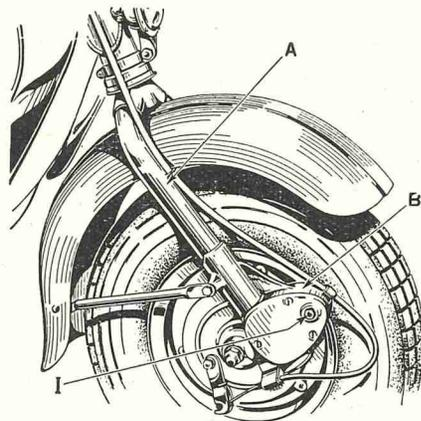

Fig. 3
Anterior: (véase fig. 3) por bieletas de retroceso, con esfera de extremidad que comprime, mediante la interposición de un pistoncito, un muelle helicoidal de paso variable, situado al interior de los tubos (A) de la horquilla. Los grupos, protegidos herméticamente del agua y del polvo, trabajan en la grasa contenida en las cajas (B); esto permite una larga duración sin ninguna manutención.